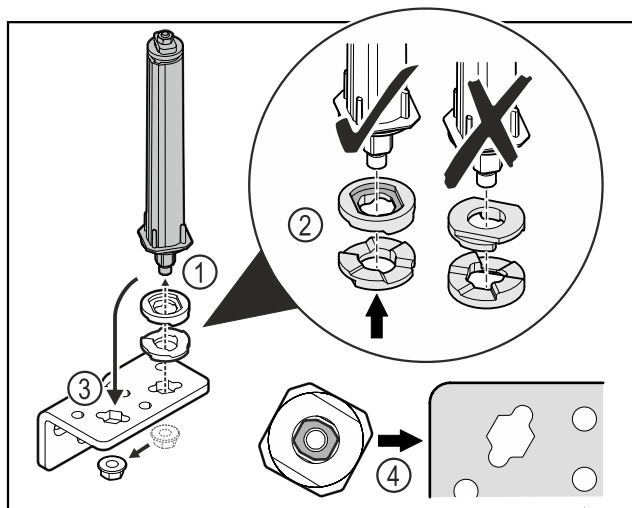

Fig. 34
- ▶ Odkręcić nakrętkę i wyjąć system blokujący drzwi Fig. 34 (1).
- ▶ Zwracać uwagę na prawidłowe ustawienie podkładek do regulacji wysokości Fig. 34 (2).
- ▶ Przetoczyć system blokujący drzwi w zawiasie i zamocować nakrętką Fig. 34 (3).
- ▶ Przy wkładaniu zwracać uwagę na prawidłowe ustawienie systemu blokującego drzwi Fig. 34 (4).